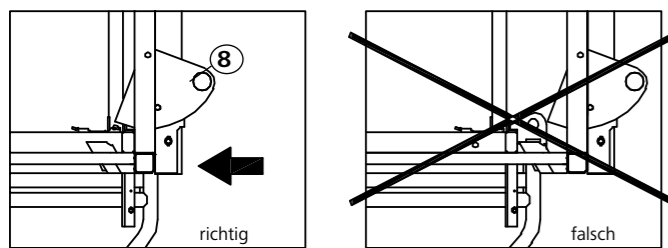

Abb. 5
1. Fahren Sie die Versetztraverse LAB bis zum Anschlag unter die umzusetzende Bühne und setzen Sie die Gabel an (Abb. 5). Die Versetztraverse muss die Bühne immer symmetrisch zu ihrem Schwerpunkt aufnehmen.